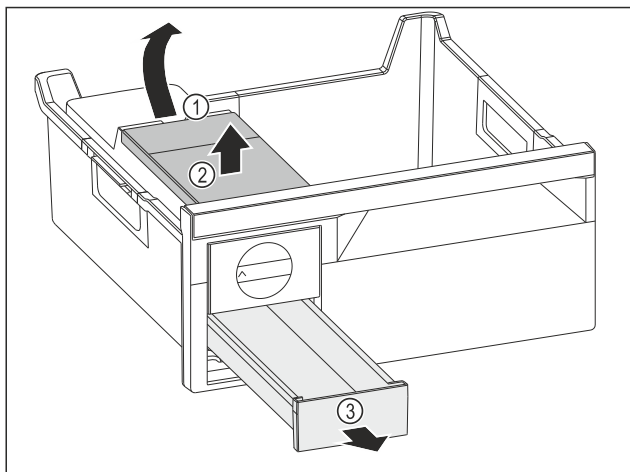

Fig. 140
- Ta ut vattenbehållaren: Lyft vattenbehållaren vid ursparingen Fig. 140 (1).
- Ta ut vattenbehållaren Fig. 140 (2) uppåt.
- Ta ut iskublådan Fig. 140 (3) framåt.